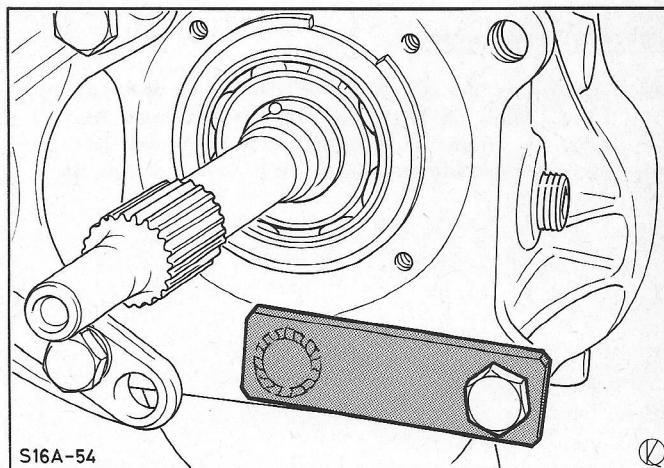
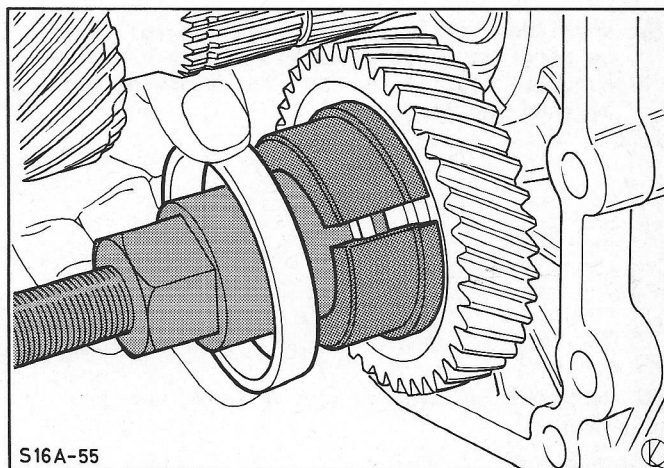

Fig. 13 Speciaal gereedschap aan vliegwielzijde vastzetten.
Fig. 14 Speciaal gereedschap op 5e-versnellings-tandwiel aanbrengen.
17. Tik de secundaire as met speciaal gereedschap 16-033 los (gereedschap en as moeten elkaar blijven raken) en schroef het gereedschap aan vliegwielzijde vast, fig. 13. Trek het 5e-versnellingsstandwiel van de secundaire tandwielgroep. Breng speciaal gereedschap 16-033 compleet aan en trek het tandwiel los, fig. 14. Verwijder de vulring.